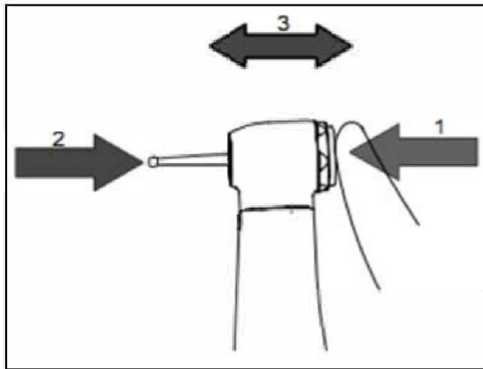

Рис. 2
- б) Вставьте бор в головку (около 4-5 мм), нажмите кнопку на задней поверхности (см. Рис. 2), затем вдавите бор в цангу.
- с) Перед использованием мягко потяните за бор, чтобы убедиться, что он закреплен. ( см. Рис. 2 )